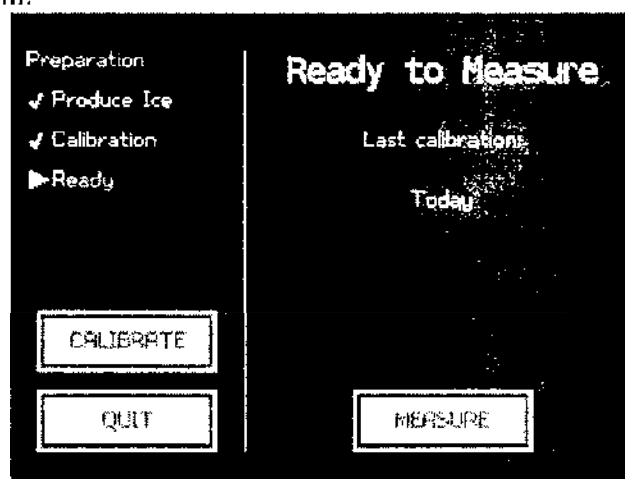

Рис. 32: Прибор готов к проведению измерений
5. Коснуться кнопки «Measure» («Измерить») (рис. 32).